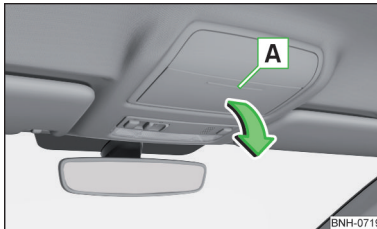

Abb. 86
- Zum **Öffnen** auf den Deckel des Brillenfachs im Bereich **A** drücken. Das Fach klappt in Pfeilrichtung » Abb. 86.